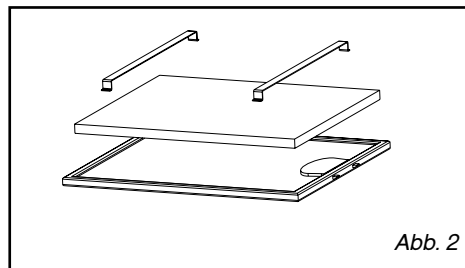

Abb. 2
- Die Filterkassetten entfernen (Abb. 2).